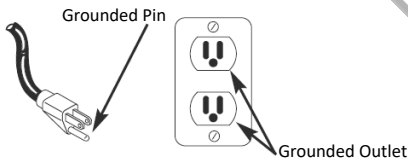

Figure 1 - Grounding Method
- This product is intended for use on a 230 V rated circuit and features a grounding plug similar to the one shown in Fig. 1.
- Questo prodotto è destinato all'uso su un circuito da 230 V ed è dotato di una spina con messa a terra simile a quella illustrata nella Fig. 1.